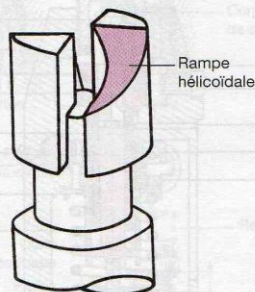

Figure 32.9. Piston « auto-avance »
- début d'injection « variable » et fin d'injection « fixe » (piston auto-avance), permettant la *variation de l'avance* à l'injection en fonction de la charge du moteur (fig. 32.9) ;